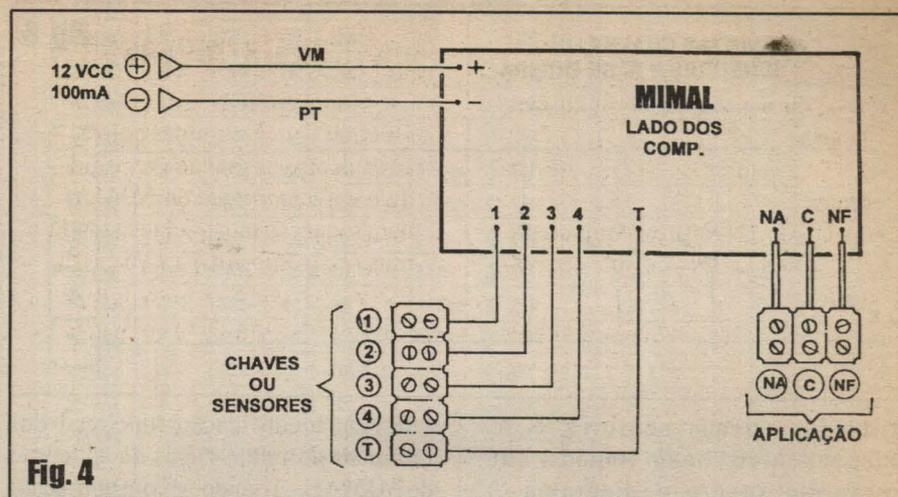

Fig. 4
- **FIG. 4 - CONEXÕES EXTERNAS À PLACA** - Ainda o lado não cobreado da placa, com ênfase - agora - apenas nas ligações externas aos terminais de utilização, alimentação, entradas de sensoreamento, etc. Convém que todos (ou pelo menos os blocos de entrada e aplicação...) sejam feitos com o auxílio de barras de segmentos parafusáveis tipo *Sindal* (ver **LISTA DE PEÇAS...**) recortadas com o necessário número de contatos... Observar que as ligações da alimentação, aos pontos (+) e (-) da placa, devem ser feitas com cabinhos isolados - respectivamente - nas convencionais cores **vermelha e preta**. As conexões de aplicação - **NA-C-NF** - devem ser feitas com cabo isolado de calibre não muito pequeno, garantindo a possibilidade de se usar a saída para o controle de cargas de alta corrente ou *wattagem*... As ligações das entradas de sensoreamento (pontos 1-2-3-4 e mais o T, de *terra* geral...) podem ser feitas com cabinho fino, flexível e isolado... Obedecer rigorosamente os códigos e indicações, e conferir tudo ao final dessa fase...